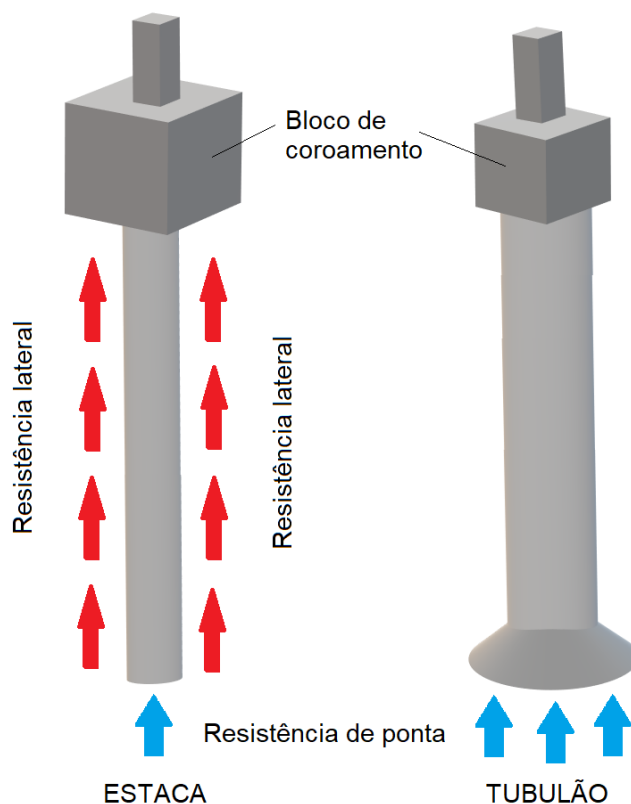

Figura 10: Esquema de fundações profundas: tubulão e estaca.
- As **estacas** são elementos de fundação profunda **executados** por **equipamentos** ou, em alguns casos, por ferramentas (Figura 10), mas sem que em qualquer fase de execução ocorra trabalho manual em profundidade. Nas estacas normalmente a **resistência de fuste** é a principal responsável pela **capacidade de carga** da fundação. Em contrapartida, a **resistência de ponta** atua como um **adicional** de segurança. Todavia, essa afirmação não é uma regra geral, pois em alguns tipos de estacas a resistência de ponta pode ser a principal responsável por resistir aos esforços a que a fundação está submetida. As estacas são **executadas** por **equipamentos** ou, em alguns casos, por ferramentas (Figura 10), mas sem que em qualquer fase de execução ocorra trabalho manual em profundidade. As estacas podem ser fabricadas com diversos tipos de materiais tais como: madeira, aço, concreto pré-moldado, concreto moldado *in situ*, ou ainda da combinação destes materiais (estacas mistas);
- Os **tubulões** são elementos de fundação escavados manualmente ou com maquinário e que ao menos na etapa final há necessariamente a **descida de um operário** ao fundo da escavação para realizar o alargamento da base e/ou a limpeza do fundo. No tubulão as cargas são suportadas predominantemente pela ponta (base) da fundação (**resistência de ponta**). Esse fato torna o tubulão um tipo de fundação cuja execução envolve atividades de elevado **risco** para a saúde e segurança do **trabalhador** (Figura 10). Por essas especificidades, **geralmente** o emprego de **tubulão** é **mais caro que** o de **estacas**, sendo, por isso, escolhido apenas quando as outras alternativas não são viáveis.